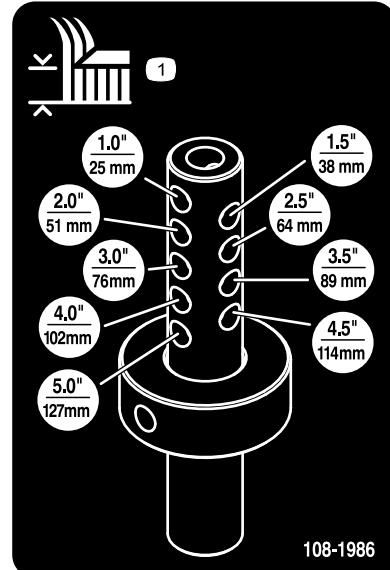

Figure 10
- Alignez la bague de hauteur de coupe avec les trous corrects de la tige de réglage de hauteur de coupe (Figure 10).